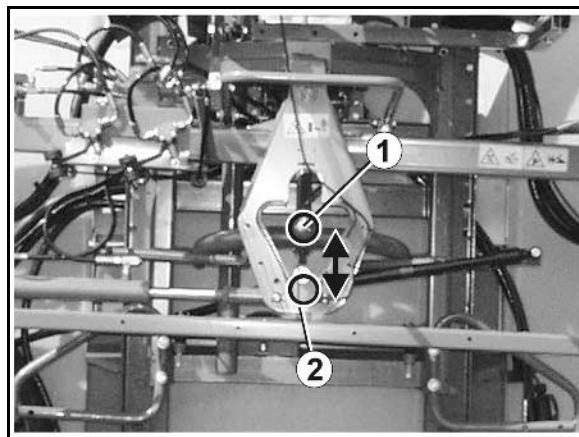

Fig. 38
Svingningsudligningen (Fig. 38/1) låses op:
- Svingningsudligningen (Fig. 38/1) er låst op, når symbolet med den åbne lås vises på displayet ved **AMATRON⁺**.
- Svingningsudligningen (Fig. 38/1) bliver låst op og den udklappede sprøjtebom kan nu svinge frit i forhold til bomholderen. Her er svingningsudligningens beskyttelsesindretning fjernet for at give bedre overblik.
Svingningsudligning (Fig. 38/1) låses:
Svingningsudligningen (Fig. 38/1) er låst, når symbolet med den lukkede lås vises på displayet på **AMATRON⁺**.